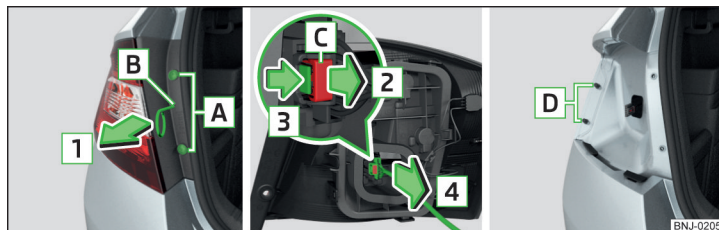
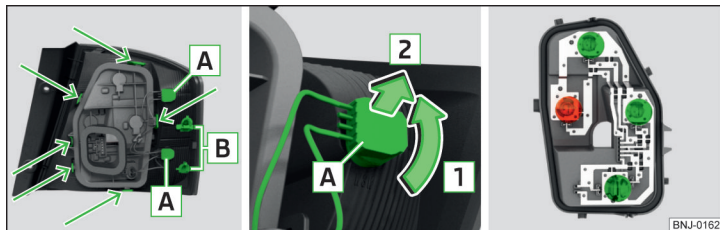

Fig. 218 Demontarea lămpii/scoaterea conectorului
Fig. 219 Partea exterioară a lămpii/Scoaterea becului/Suportul de lampă
- Țineți lampa cu suprafața palmei și trageți-o afară cu grijă, în sensul săgeții [1] » fig. 218 din bolțul [D].
- Asigurați elementul de blocare în sens contrar săgeții [2] » fig. 218.
- Introduceți lampa cu orificiile [B] » fig. 219 la pagina 177 pe bolțurile [D] » fig. 218 din caroserie.
- Rotiți soclul, împreună cu becul cu incandescență A în sensul săgeții 1 » fig. 219.
- Rotiți soclul, împreună cu becurile A în sensul săgeții 1 » fig. 219.
- Deblocați soclul becului în zonele marcate cu săgeți » fig. 219 și scoateți-l din lampă.